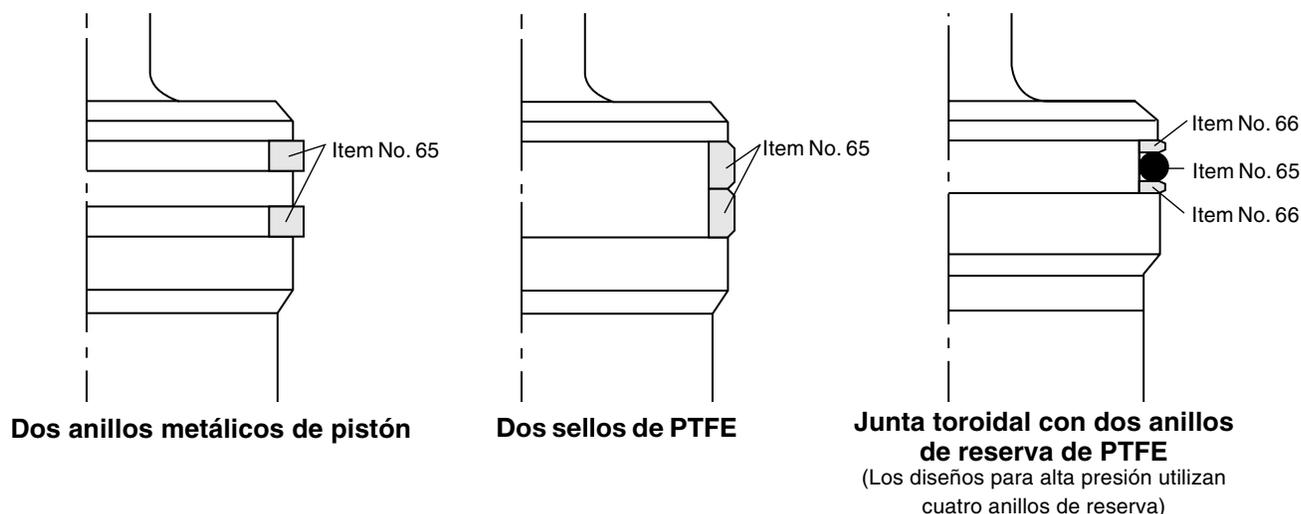

Figura 1: Configuraciones del sello del obturador
Una parte importante del compensador es el sello deslizante del obturador, que determina en gran modo la tasa de fuga de la válvula bajo condiciones de cierre. Se dispone de cuatro tipos de sellos del obturador: PTFE, anillo de pistón de metal, junta toroidal ("O-ring") y junta toroidal con anillos de reserva en PTFE (véase la Figura 1).
3. Para volver a colocar los sellos del obturador en el obturador, refiérase a la Figura 1 y observe las directivas siguientes: